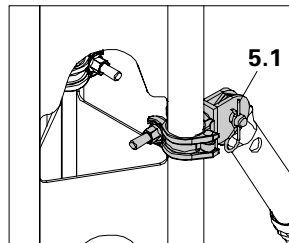

Fig. A3.03.1
- Fastgør på støtteflanger med Skråspindeltilslutning HDR (5.1). (Fig. A3.03.1)